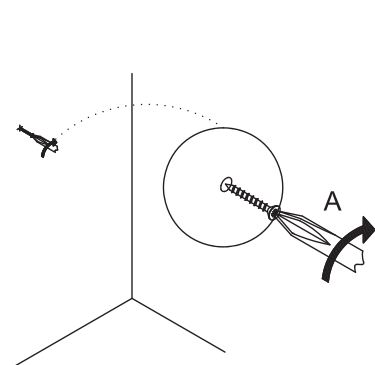

Figura 2
2: Si utiliza anclas de expansión de pared: Con un taladro, haga un orificio en la pared para cada ancla de expansión sobre las ubicaciones marcadas. Introduzca (x 2) anclas de expansión de pared (B). Inserte (x 1) tornillo de 2" en cada ancla de expansión para pared. Figura 2.
Si se instala directamente en las vigas de la pared: Con un taladro, coloque (x 1) tornillo de 2" en cada ubicación marcada. Figura 2.